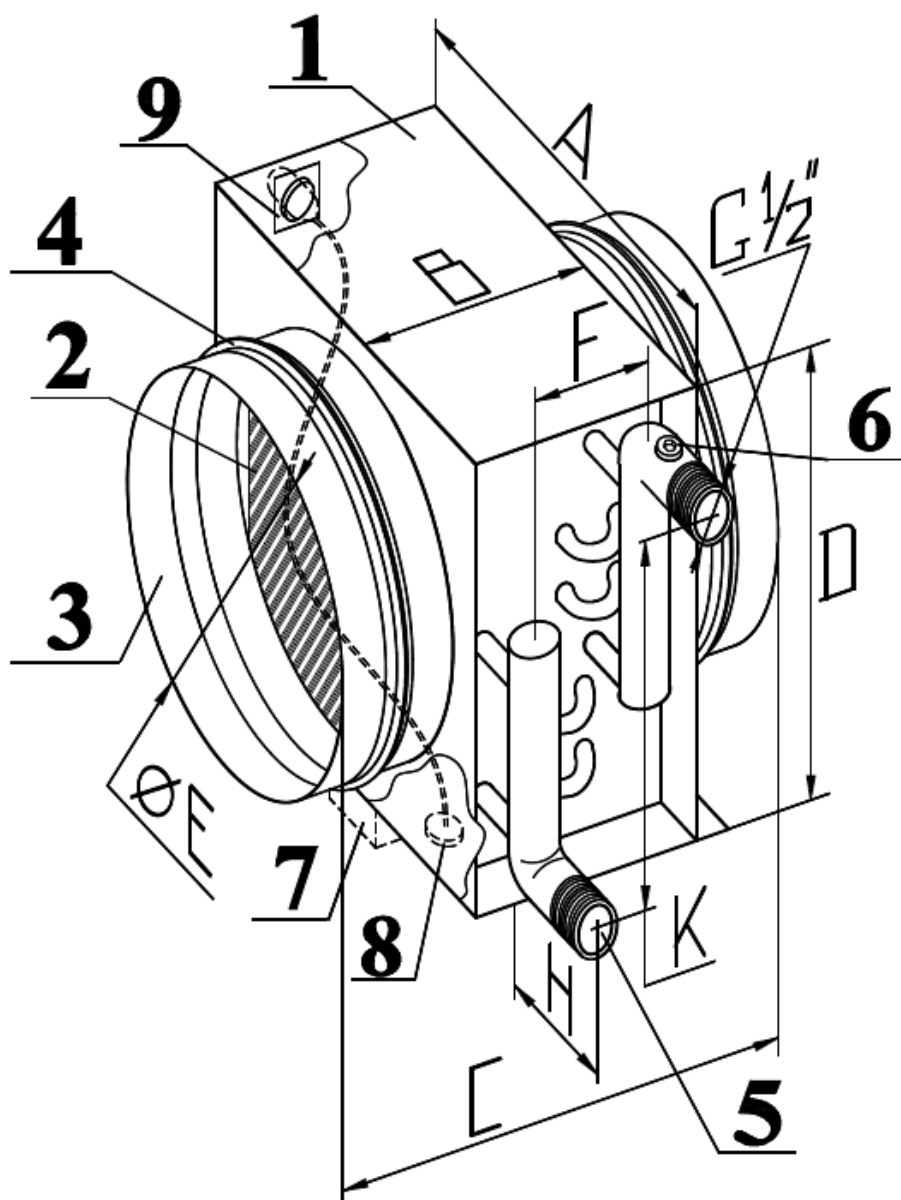

Рисунок 2.1 – Внешний вид воздухонагревателей
Воздушонагреватели стандартно изготавливаются в четырёх типоразмерах по присоединительным размерам стыковочного ниппеля (рисунок 2.1, поз.3). Устанавливаемый в них двухрядный теплообменник (поз.2) относится к классу медно-алюминиевых пластинчатых теплообменников. (поверхность теплообмена изготовлена из алюминиевых пластин и проходящих через них медных трубок). Расположение трубок шахматное. Неразборный корпус (поз.1) в стандартном исполнении изготавливается из оцинкованной стали марки 08ПС, при нержавеющей исполнении корпус изготавливается из нержавеющей стали марки AISI430. Пайка соединений осуществляется припоем с 5% содержанием серебра, что обеспечивает высокое качество паяных деталей.
5.2.2. Стравливание воздуха из теплообменника можно производить установив вместо верхних резьбовых пробок в коллекторах (поз.2, рисунок 2.1) воздухоотводящие устройства (вентили). При необходимости достаточно установить вентили в один из коллекторов – в котором наиболее высоко расположена последняя отводная трубка (поз.3, рисунок 2.1).
5.2.3. Для слива теплоносителя из контура теплообменника используются нижние резьбовые пробки коллекторов. При необходимости достаточно выкрутить пробку в одном из коллекторов – в котором наиболее низко расположена последняя отводная трубка (поз.4, рисунок 2.1). При этом необходимо обеспечить сообщение с атмосферой входного коллектора теплообменника.
5.2.6. В случае замятия ламелей теплообменника (поз.1, рисунок 2.1) их необходимо выпрямить специальным инструментом – гребёнкой.